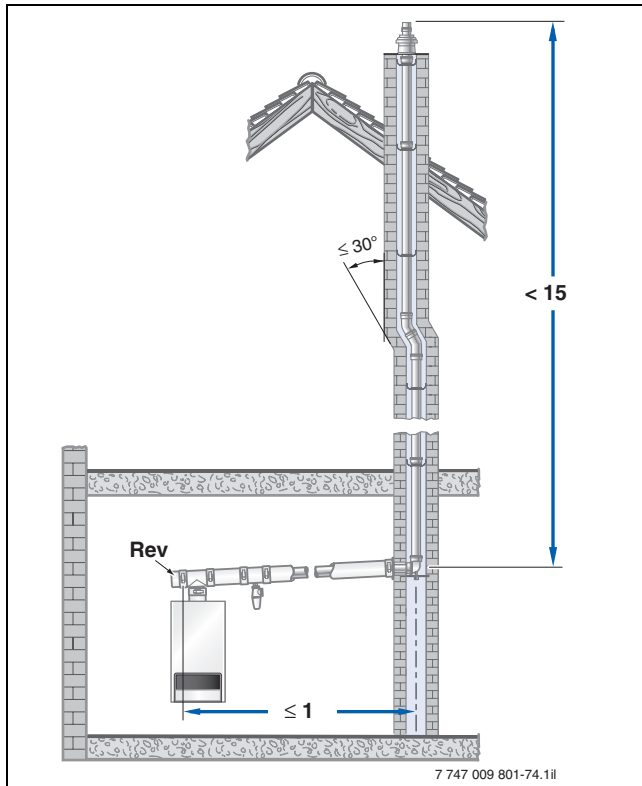

Bild 74 Beispiel zur Anordnung der Inspektionsöffnung (Rev) bei einer Abgasleitung ohne Umlenkung im Aufstellraum (Maße in m)
- An der Stirnseite im geraden, waagerechten Abschnitt der Abgasleitung höchstens 1 m von der Umlenkung in den senkrechten Abschnitt entfernt, sofern sich dazwischen keine Umlenkung befindet (→ Bild 74)
- Die untere Inspektionsöffnung nach DIN 18160-1 und 18160-5 ausgeführt ist (→ Bild 74 und 75)